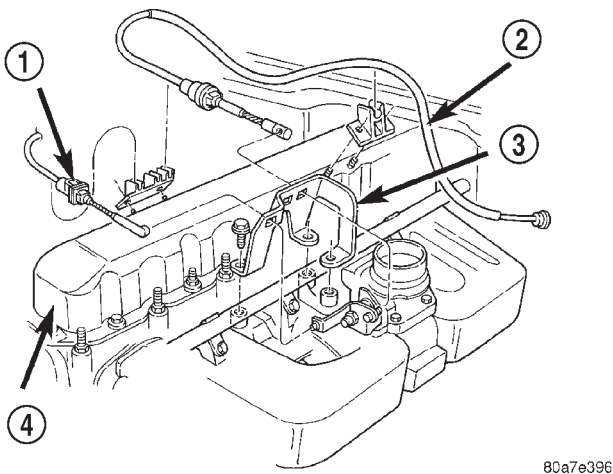

Abb. 48 Ventildeckel
(4) Gas- und Schaltseilzug sowie Tempomat-Seilzug (je nach Ausstattung) am Drosselklappengehäuse aushängen (Abb. 48).
(5) Drei Befestigungsschrauben, mit denen die Halterung der Seilzüge am Ansaugkrümmer befestigt ist, herausdrehen.
(6) Seilzüge aus dem Clip am Ventildeckel nehmen.
(7) Seilzüge und Halterung vom Ventildeckel entfernen und so ablegen, daß sie nicht im Weg sind. Mit Kabelbindern o.ä. sichern.
(8) Befestigungsschrauben des Ventildeckels herausdrehen.
(9) Ventildeckel zusammen mit der Dichtung ausbauen.